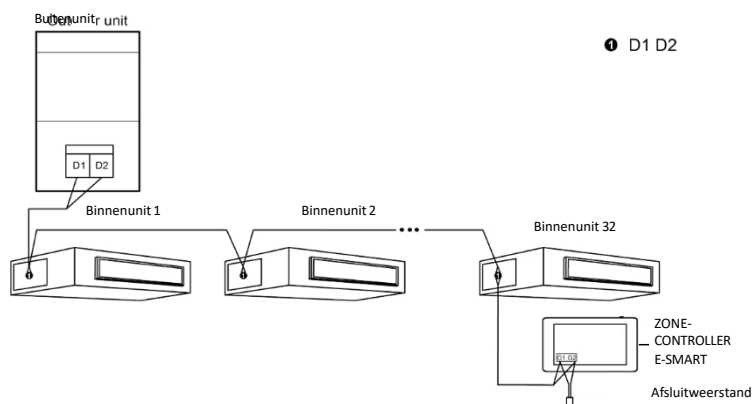

Fig. 3.4 Gecentraliseerde controller aangesloten op het UI-netwerk
- 2 Als de centrale regelaar op het netwerk van de binnenunits moet worden aangesloten, voer dan de aansluitingen uit volgens afb. 3.4. De controller kan in serie op elke binnenunit worden aangesloten, d.w.z. door de poorten G1 en G2 van de controller met de communicatiedraden aan te sluiten op de poorten D1 en D2. Wanneer de controller is aangesloten op de eindunit van het netwerk van binnenunits, moet een bijbehorende weerstand worden toegevoegd aan de communicatiedraden op de poorten G1 en G2.